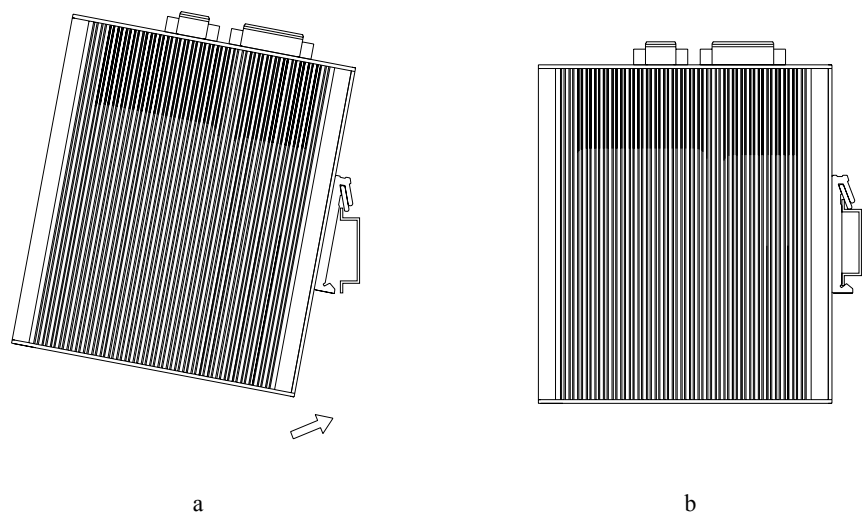

图 4-2 将 SICOM3005 安装 DIN 轨上
1. 将 DIN 轨的下部插入 DIN 卡轨连接座下部有弹簧支撑的固定卡槽内。在 SICOM3005 的下面板向上稍微用力并如图 4-2 a 所示转动设备。
2. 如图 4-2 b 所示，将 DIN 轨卡入 DIN 卡轨连接座，确认 SICOM3005 设备可靠地安装到 DIN 轨上。